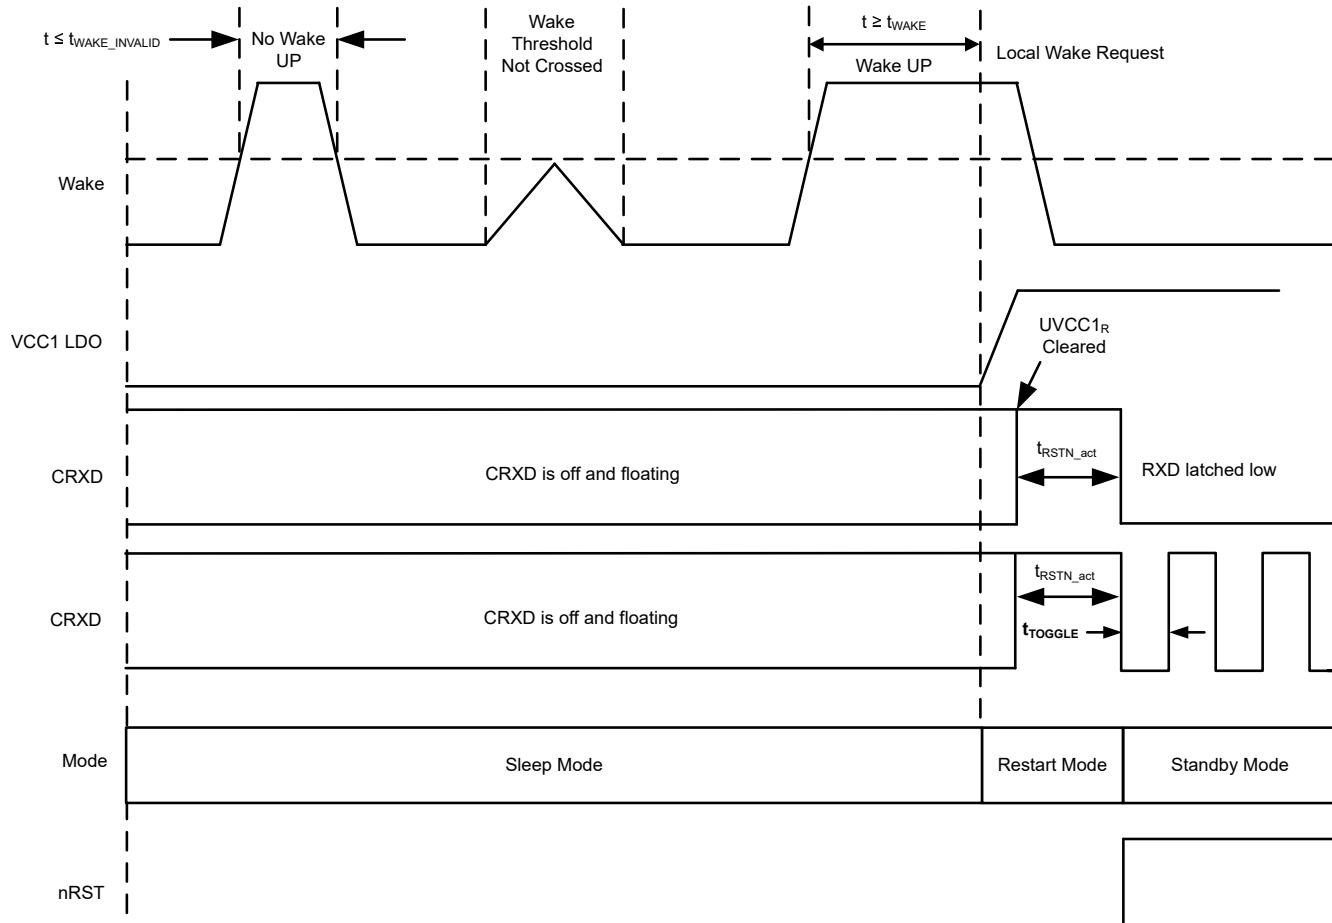
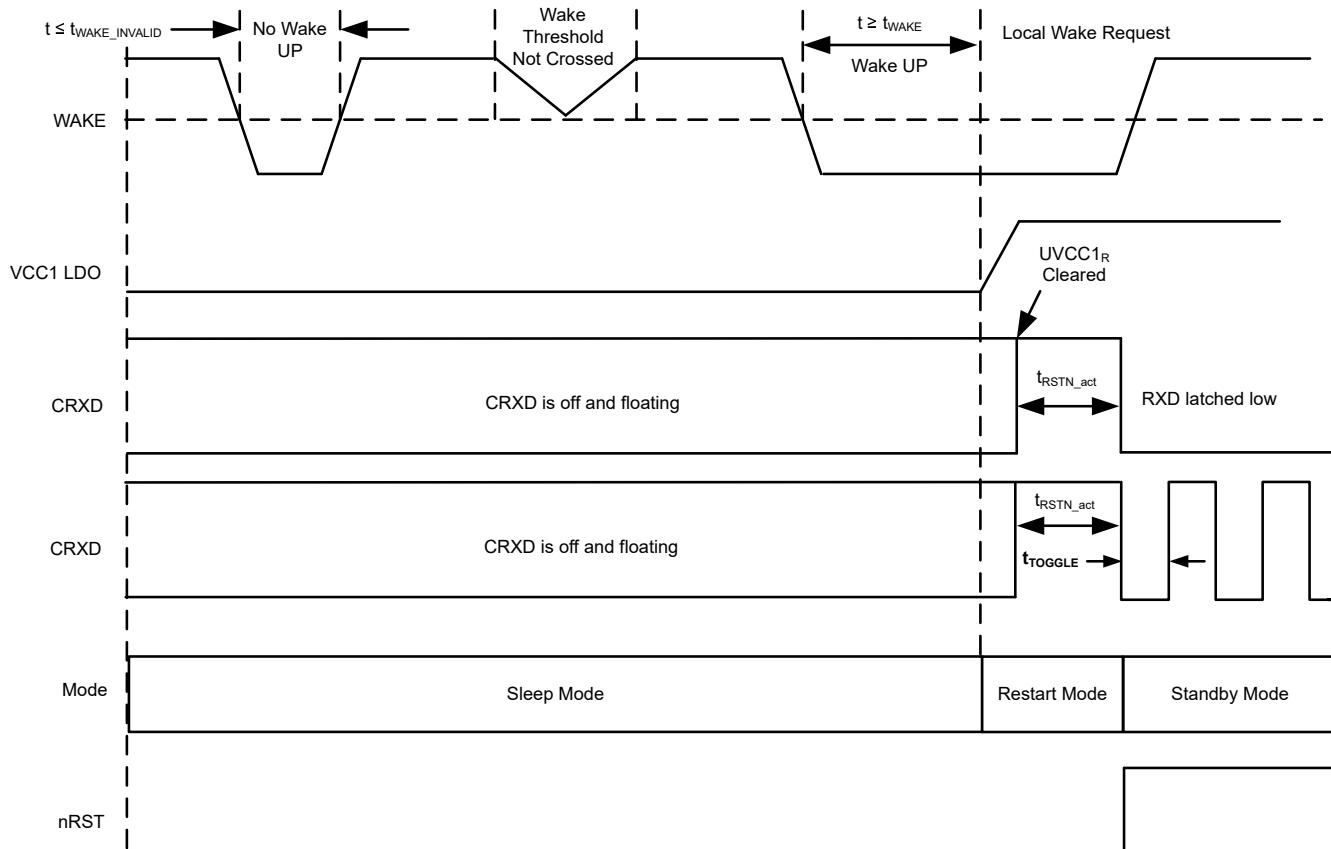

図 8-18. ローカルウェークアップ - 立ち上がりエッジ
図 8-19. ローカルウェークアップ - 立ち下がりエッジ
WAKEx ピンは、WAKE\_CONFIG2、WAKE\_CONFIG4、WAKE\_CONFIG5 レジスタ内の WAKEx\_SENSE ビットのデフォルト値により、静的検出ウェークが初期設定になります。WAKEx ピンはデフォルトでは双方向入力ですが、WAKE\_CONFIG レジスタ 8'h11[7:6] を使用することで、立ち上がりエッジと立ち下がりエッジの遷移に構成可能です。図 8-18 および 図 8-19 を参照してください。WAKE ピンはグランドに基づくウェーク入力であり、グランドまたは VSUP に接続されたスイッチで使用できます。WAKEx ピンの入力スレッショルドは VCC1 レベルを基準にでき、プロセッサに直接接続または VCC1 レールに切り替えることができます。端子を使用しない場合は、不要な寄生ウェークアップを防ぐためにグランドへ接続します。デバイスがスリープ モードに移行すると、WAKE 入力の状態遷移を決定する前に、WAKEx 端子の電圧レベルが  $t_{WAKE}$  の間 Low 状態または High 状態である必要があります。 $t_{WAKE\_INVALID}$  より小さいパルス幅はフィルタ処理されます。
- 図 8-18 と 図 8-19 は、立ち上がりエッジまたは立ち下がりエッジによる WAKE 入力の例を示しています。VCC1 > UVCC1 の状態でスタンバイモードに入ると、RXD は Low にプルされます。